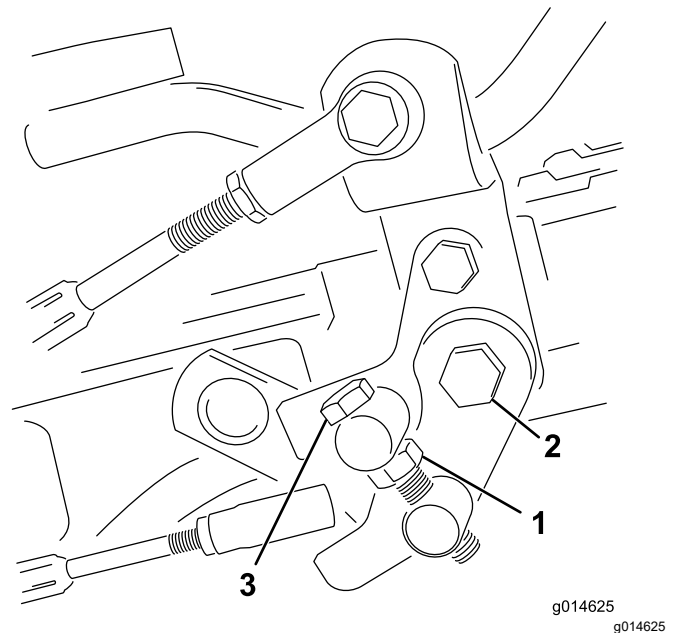

Figura 41
1. Afrouxe a contraporca no parafuso retificado (Figura 41).
4. Aperte a contraporca no parafuso retificado e a porca no pivô do pedal para travar o ajuste (Figura 41). Verifique o ajuste conforme necessário.